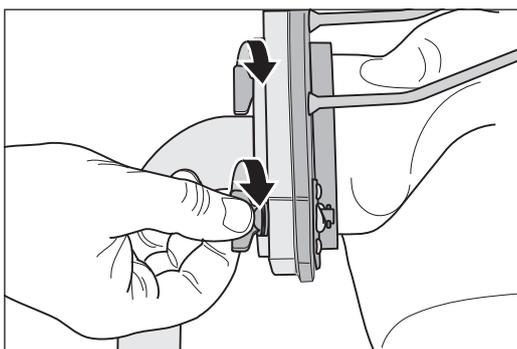

Abb. 6 Den Staubsack mit den Schnellverschlüssen befestigen.
- 6 Befestigen Sie den Staubsack mit den beiden Schnellverschlüssen am Aufnahmeflansch (Abb. 6).